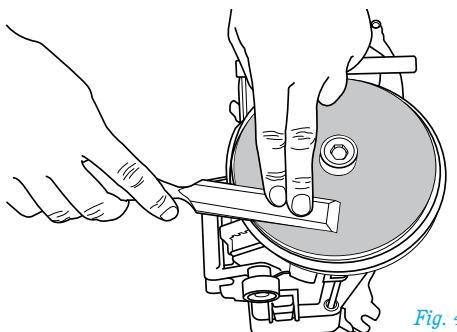

Fig. 4-2
**IMPORTANTE:** Coloque la herramienta sobre el abrasivo apoyando primero el talón. ¡No afile o redondee el borde cortante! Consulte la fig. 4-2.